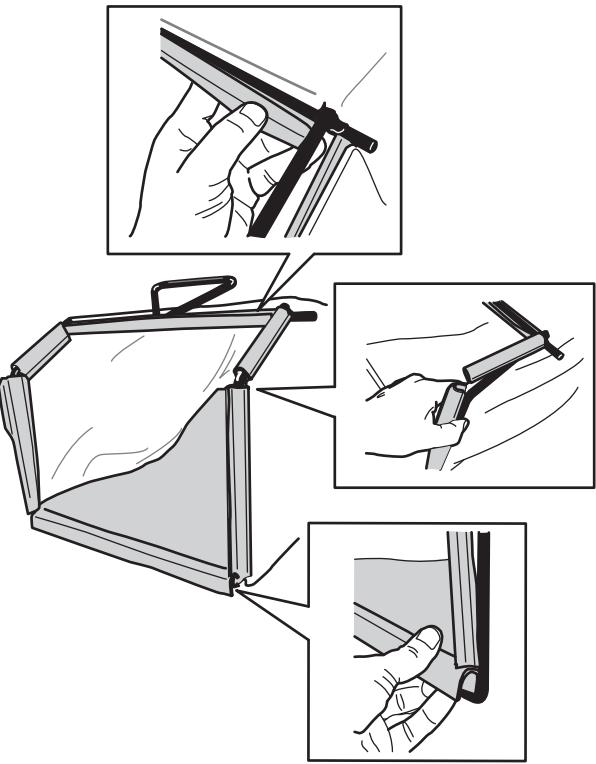

Figure 7
- Accrochez la glissière supérieure et les glissières latérales du bac au sommet et sur les côtés de l'armature respectivement (Figure 7).
- Accrochez la glissière inférieure du bac au bas de l'armature (Figure 7).